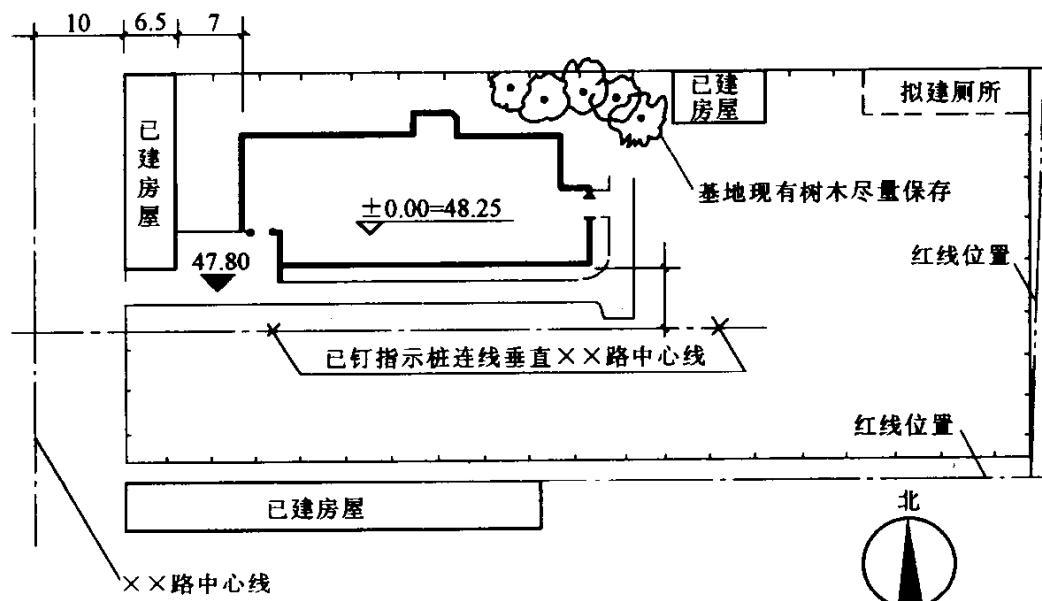

图 1-1 建房用地总平面图
了解工程的性质和图纸所用的比例尺,阅读文字说明,熟悉图例。了解建设地段的地形,查看建设用地范围、建筑物的布置、四周环境、道路布置。图 1-1 为某建房用地总平面图,它表
(1) 根据已有的建筑或道路定位。如图 1-1 所示，新房的位置是根据原有房屋和道路定位。新房的西墙距原有建筑 7m，与道路中心线平行，西南墙角与原有建筑的南墙平齐。
(2) 根据坐标定位。为了保证在复杂地形中放线准确，总平面图中常用坐标表示建筑物、道路、管线的位置。常用的表示方法有：标注测量坐标和标注建筑坐标。